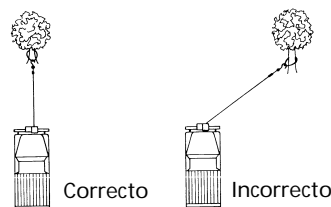

Figura 6
13. EVITE TIRAR CONTINUAMENTE DESDE ÁNGULOS EXTREMOS, ya que esto causará que el cable de alambre se apile en un extremo del tambor (Figura 6). Esto puede atorar el cable de alambre en el cabrestante, dañando tanto el cable de alambre como el cabrestante.